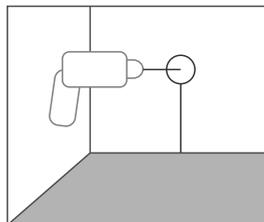

Рис. 1
1. Определите и подготовьте место для установки терморегулятора и датчика температуры (Рис.1).